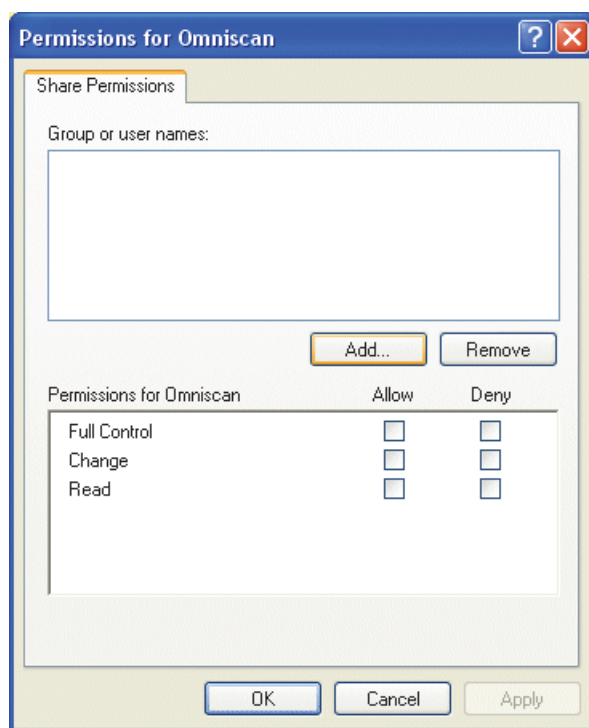

图 7-15 Omniscan 的权限对话框（Windows XP）
7. 在 **Permissions for Omniscan** (Omniscan 的权限) 对话框中, 点击 **Add** (添加) (参见第 183 页的图 7-15)。